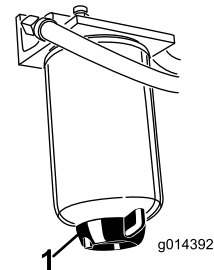

Bild 38
Entfernen Sie täglich Wasser und andere Fremdstoffe aus dem Wasserabscheider (Bild 38).
2. Lösen Sie die Ablassschraube an der Unterseite der Filterglocke (Bild 38).